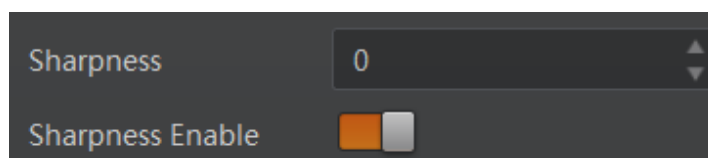

图7-35 锐度设置
2. 在 *Sharpness* 参数中输入需要设置的数值，如图 7-35 所示，参数范围为 0~100。